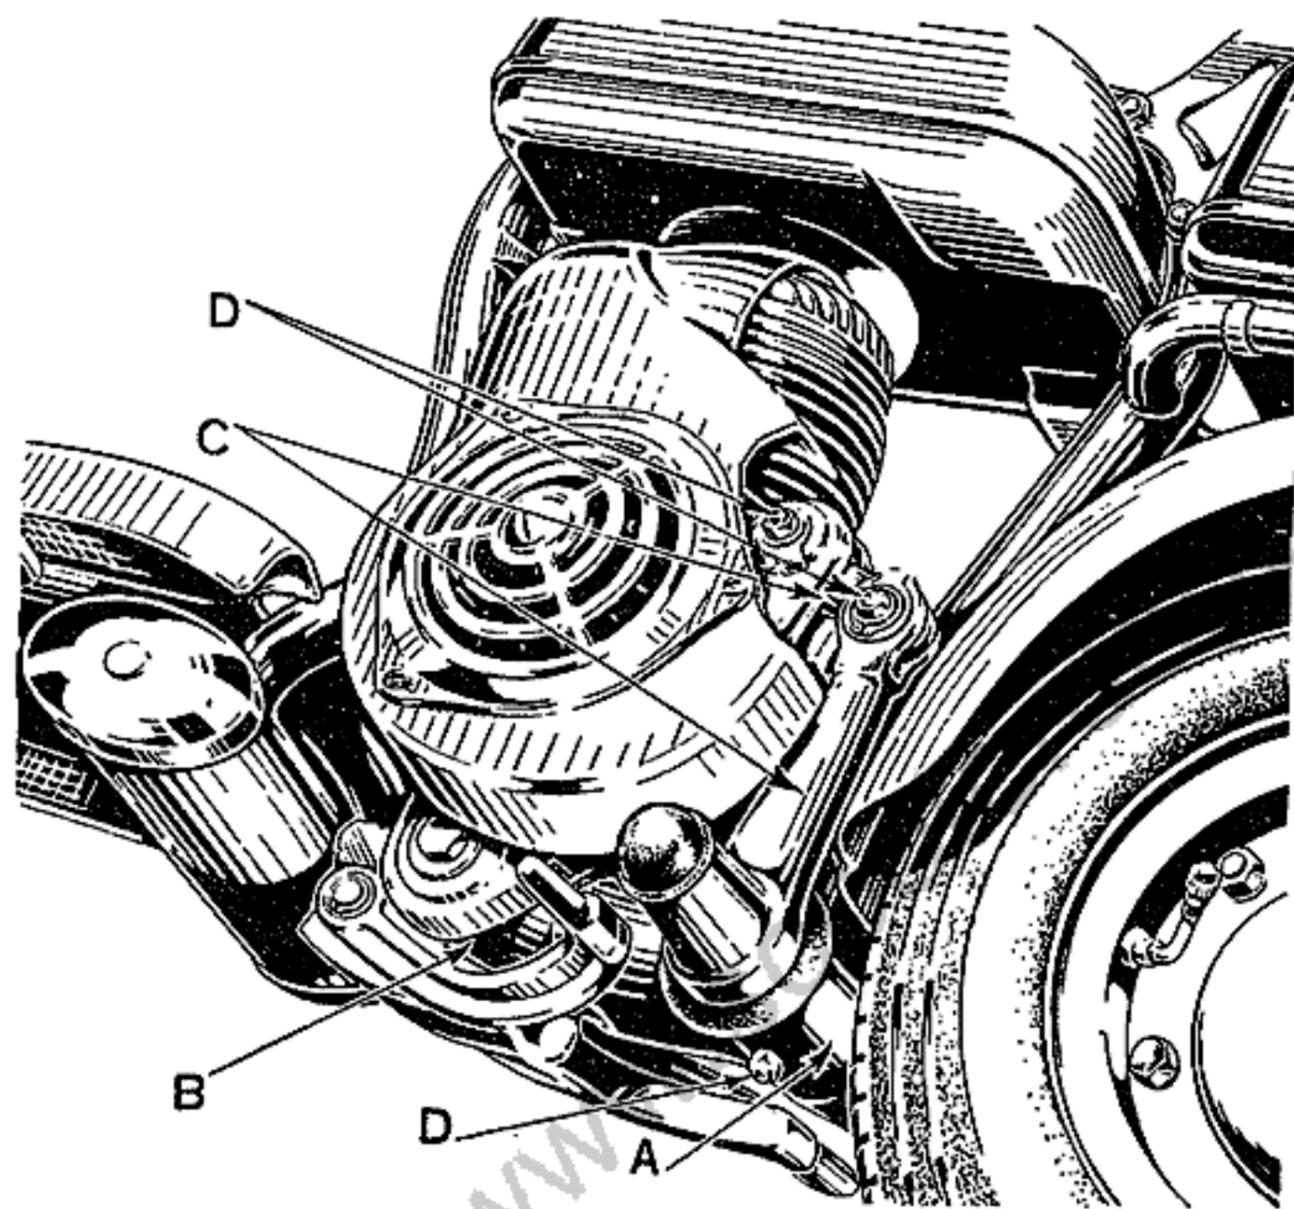
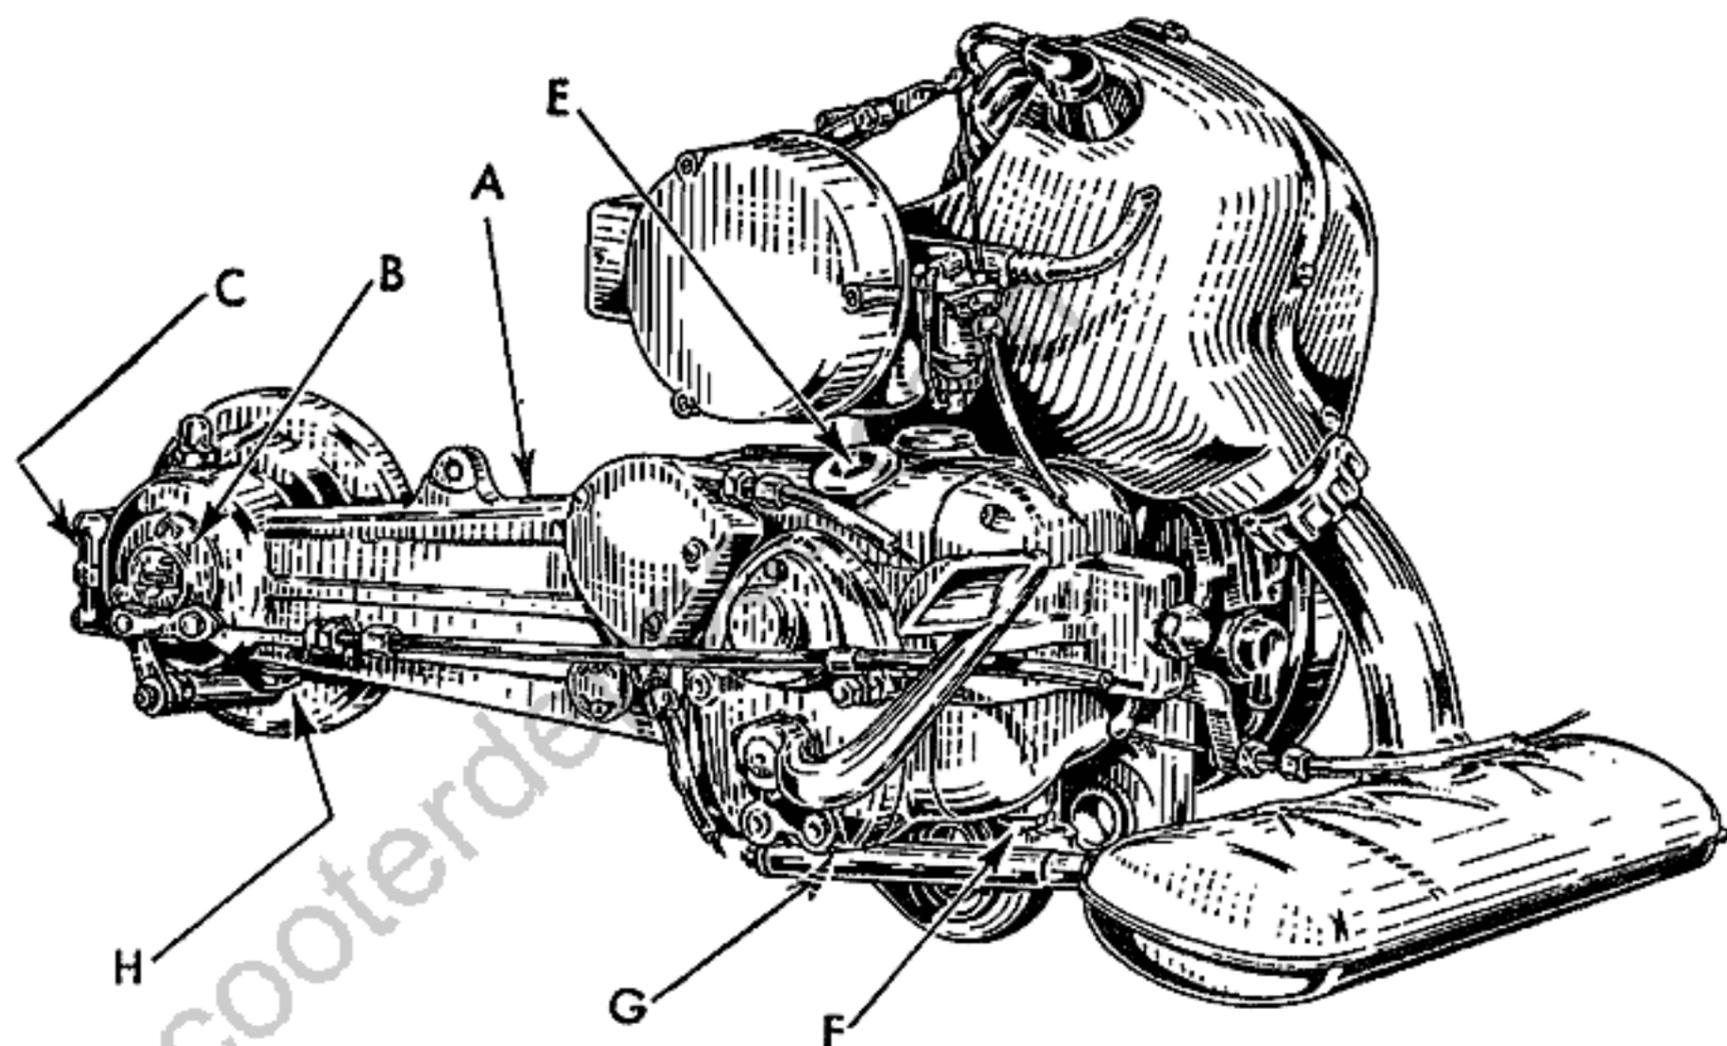

Fig. 3
Fig. 7
Fra motore e cambio (primaria) con coppia di ingranaggi conici; fra cambio e coppia conica posteriore (secondaria) mediante albero di torsione parastrappi in acciaio speciale, particolarmente efficiente contro gli urti causati da repentine variazioni di regime. L'albero è contenuto nel carter A (fig. 7); la coppia conica è in bagno d'olio. Togliendo il coperchietto B (figura 7), si trova l'attacco predisposto per il comando del tachimetro.
Posteriore: (vedi fig. 3) con lungo braccio oscillante, costituito dal carter di trasmissione A (fig. 7) imperniato su un robusto occhio (B) ricavato sul telaio; detto braccio carica, col suo movimento, una barra di torsione in acciaio speciale ad alta resistenza sistemata in apposita sede (A). Le oscillazioni del gruppo motore non vengono trasmesse alla barra di torsione direttamente, ma mediante leve di rinvio (C) opportunamente proporzionate in modo da ridurre l'angolo di torsione della barra all'aumentare del carico.